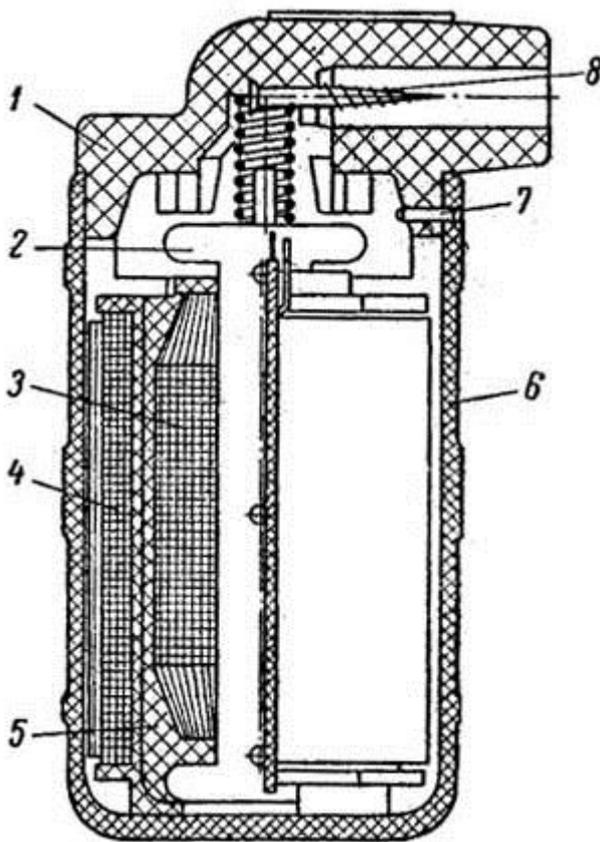

Рис. 16. Катушка зажигания:
**Индукционная катушка зажигания** (рис. 16). Это элемент неразборный и при неквалифицированном вмешательстве может быть безнадежно испорчен. Индукционные катушки зажигания марки ПАЛ старого типа маркируются следующим образом: на последних двух местах цифрового шифра у шестивольтовых катушек стоят цифры 04. Цифры 05 указывают на принадлежность катушки к двенадцативольтовой системе зажигания.